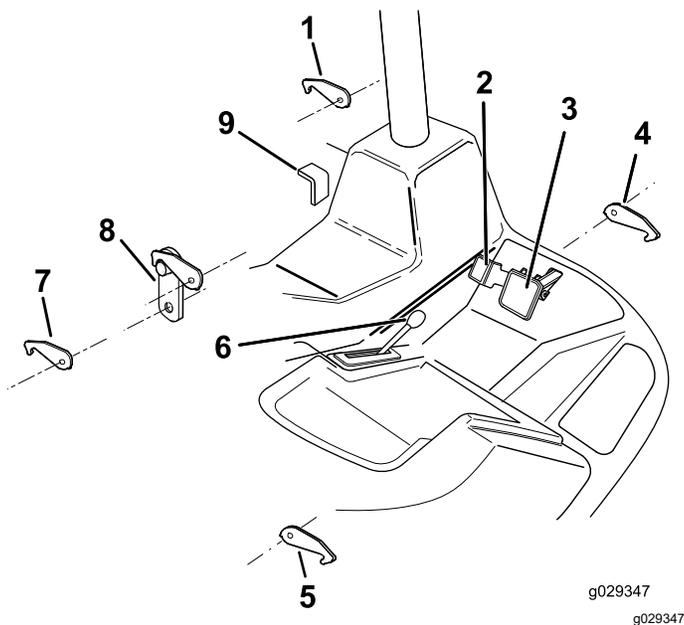

Figura 4
**Avanzamento:** Premete il pedale di avanzamento per aumentare la velocità di avanzamento. Lasciate andare il pedale per ridurre le velocità (Figura 4).
**Retromarcia:** Premete il pedale di retromarcia per aumentare la velocità di retromarcia. Lasciate andare il pedale per ridurre le velocità (Figura 4).
Inserite il blocco del differenziale per aumentare lo sforzo di trazione. Inserite il blocco del differenziale solo a basse velocità (Figura 4). Funzionerà mentre la macchina si muove in marcia avanti e in retromarcia.
Utilizzate la leva di blocco per limitare il movimento del pedale della marcia avanti per una velocità di avanzamento in marcia avanti accurata e per limitare il ritmo di taglio richiesto (Figura 4).